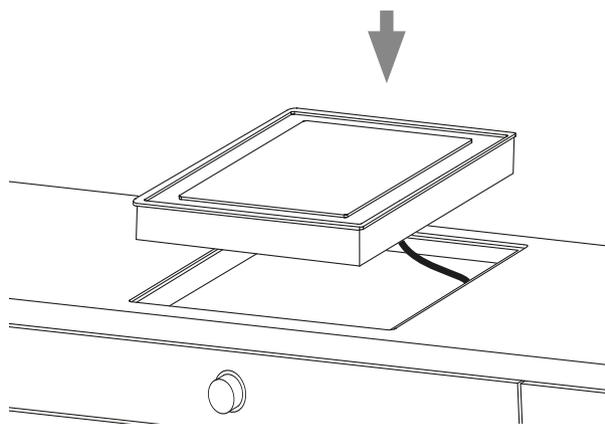

Abb.C-6 Einsetzen des Geräts in die Arbeitsplatte
- ▶ Legen Sie das Gerät in den vorbereiteten Ausschnitt in der Arbeitsplatte (siehe Abbildung C-6).